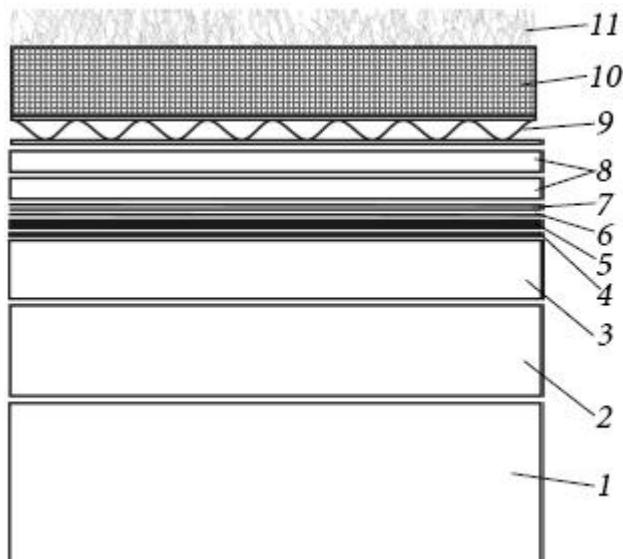

Рис. 41. Инверсионная «зеленая» кровля:
4. По первому слою гидроизоляции устраивают второй слой из специального гидроизоляционного материала для озелененных крыш (рис. 41).